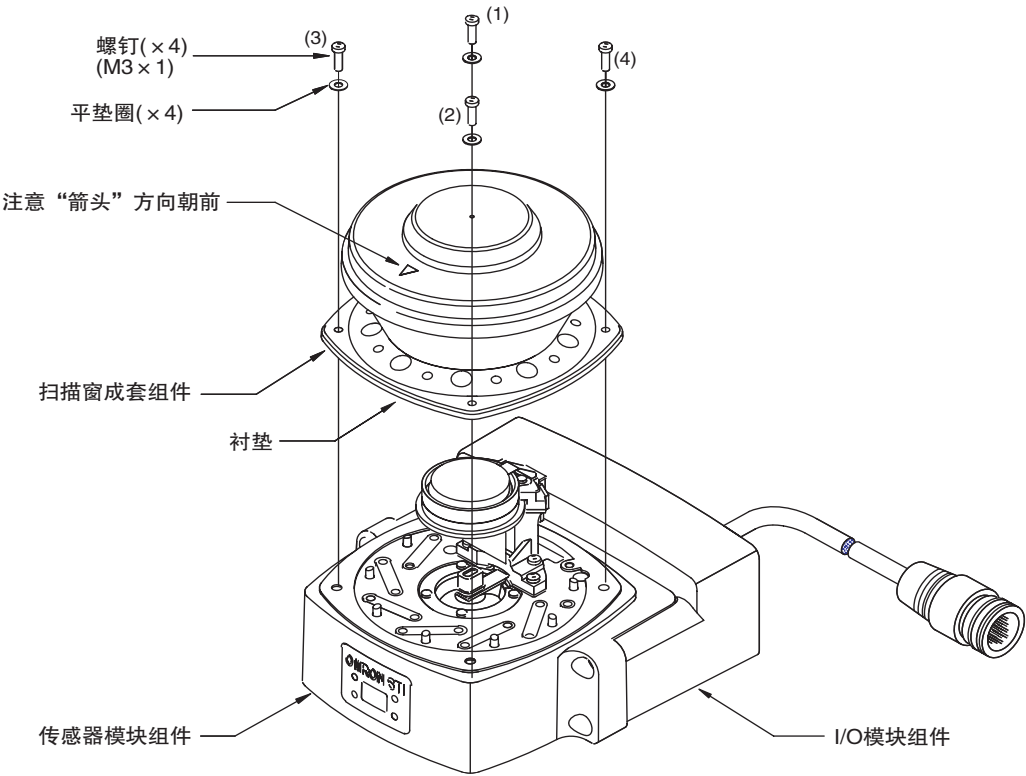

图7-6 更换扫描窗
7. 均匀用力按下扫描窗的顶部，同时将 4 个螺钉连同平垫圈依次拧入 ( 图 7-6)。建议将螺钉紧固至 $0.56\text{N} \cdot \text{m}$ ($5.0\text{in} \cdot \text{lb}$)。